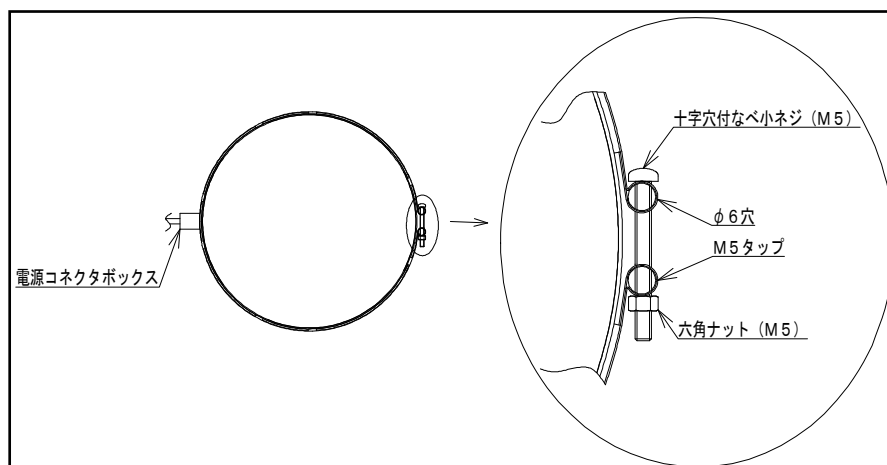

図 4 クライオポンプへの取付状態
- (1) 図4に示すようにバンドヒータをポンプケースに巻き付けて付属のボルト（十字穴付なべ小ネジ M5）で徐々に締めつけてヒータ自重で落ちない程度の強さで固定してください。